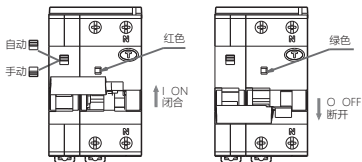

图2 产品手动、自动状态，闭合、断开状态指示
5.1 安装使用前先检查断路器标志与所使用的工作条件是否相符；通电前，先人为操作几次断路器，其机构动作应灵活、可靠、无阻滞现象。产品手动、自动状态，闭合、断开状态指示如下图2。